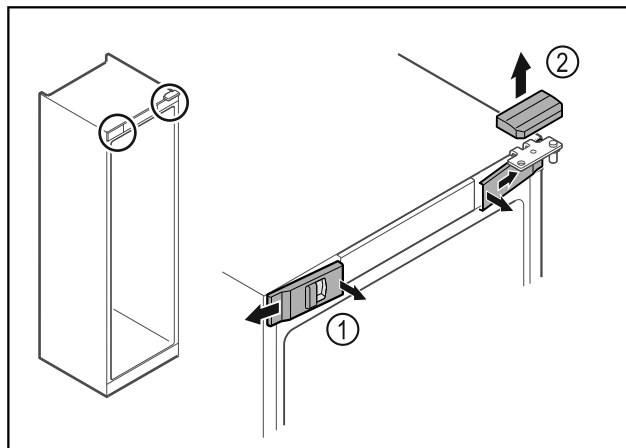

Fig. 7\*
- ▶ Atbrīvojiet priekšējos pārsegus Fig. 7 (1) iekšpusē un noņemiet uz sāniem.\*
- ▶ Noņemiet augšējo pārsegu Fig. 7 (2) uz augšu.\*